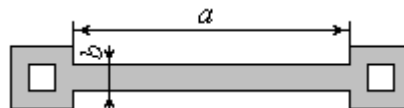

Рисунок 29 – Структура диффузионного резистора на основе базового слоя
11. Для создания диффузионного резистора (рис. 29) с сопротивлением $R = 5 \text{ кОм} \pm 10\%$, ТКС $\alpha_R = -2 \cdot 10^{-3} \text{ К}^{-1}$ и номинальной мощностью $P = 0,125 \text{ Вт}$ в рамках эпитаксильно-планарной технологии была использована базовая область с удельным поверхностным сопротивлением $R_S = 250 \text{ Ом}/\square \pm 7\%$ и толщиной $d = 3 \text{ мкм}$. Какую следует выбрать ширину резистора b , если максимально допустимая удельная мощность рассеяния $P_{\max} = 2,5 \text{ Вт}/\text{мм}^2$, а рабочий температурный диапазон от 20°C до 70°C ?